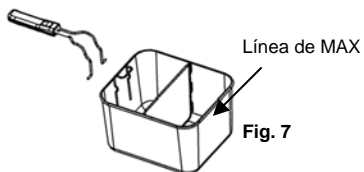

Fig. 7
- No llene la canasta por encima de la línea de máximo con alimentos congelados. (Fig. 7)